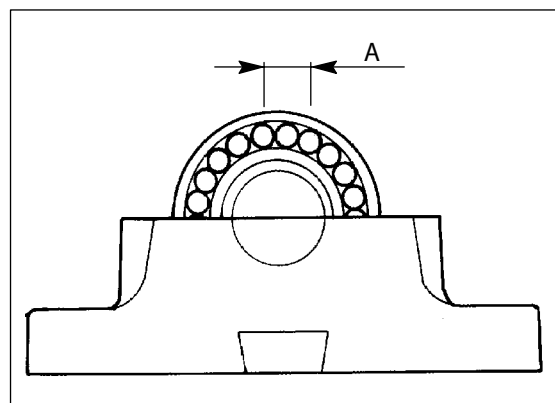
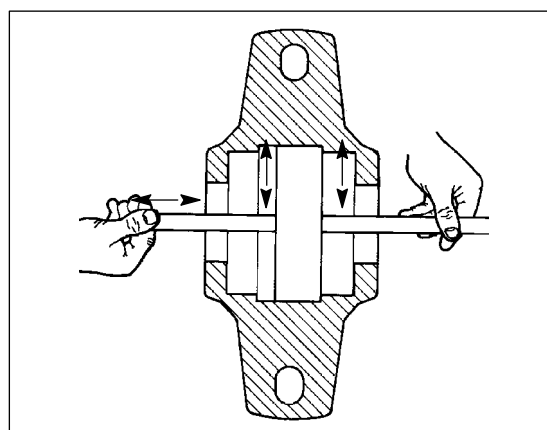

Bild 8b. Skjut måttbladet genom spelet mellan rullarna och ytterringen.
Bild 8c. Mät spelet genom att röra bladmättet fram och tillbaka.
2. Avlägsna fästskruvar M10 (7) och lagerhus lock (6).
5. Vända bort säkringsbrickans (3) fliken från urtagen på axelmutter och öppna axelmutter.
6. Ta bort passring (3). om det är lager belägen på inmatnings sida.
7. Använd bladmått för att mäta lagrets radialspelet på översidan, mellan rullarna och ytterringen. Spelet skall vara mellan 0,02 och 0,03 mm. Mät spelet genom att skjuta måttbladet genom lagret ovanför rullarna (punkt A, Bild 8b.) Rör måttbladet sedan fram och tillbaka mellan rullarna och ytterringen, bild 8c. Måttbladet skall inte tvingas genom spelet.
8. Omspelet är större än 0,03 mm, böj säkringsbrickans (2) flik ur axelmutterns (1) urtag.
12. Montera lagerhus lock och dra åt fästskruvar (6) 50 Nm.